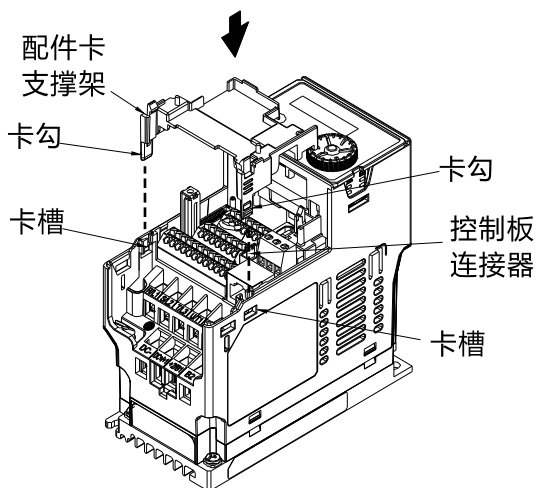

图8-18
3. 组装配件卡支撑架：将配件卡支撑架的两个卡勾对准变频器的卡槽后下压，让两个卡勾卡入卡槽，如图 8-18 所示。